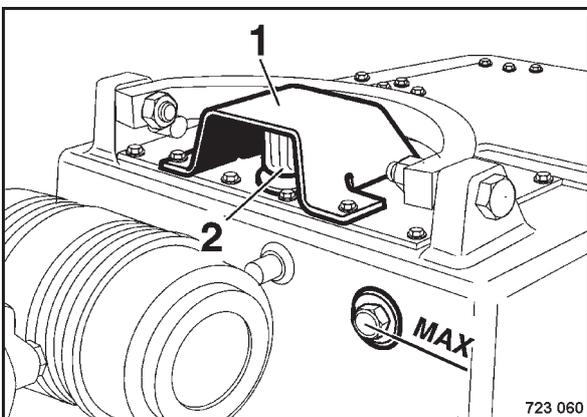

Bild 139
- Schutzblech 1 (Bild 139) abbauen.
- Einfüllverschluss (2) öffnen.